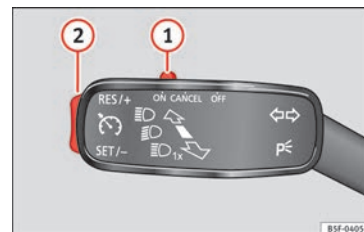

Fig. 48 Ver localização na pág. 9-10
- Ligar o GRA: desloque o interruptor  **Fig. 48**  até **ON**. O sistema está ligado. O
- Ativar o GRA: pressione o botão »» **Fig. 48 ②** na zona **SET/-**. A velocidade atual é memorizada e regulada.
- Desligar o GRA temporariamente: desloque o interruptor »» **Fig. 48 ①** até **CANCEL** ou pise o travão. A regulação é desativada temporariamente.
- Ligar novamente o GRA: pressione o botão »» **Fig. 48 ②** em **RES/+**. A velocidade memorizada é guardada e regulada novamente.
- Aumentar a velocidade programada durante a regulação de GRA: pressione o botão **②** em **RES/+**. O veículo acelera até à nova velocidade guardada.
- Reduzir a velocidade programada durante a regulação de GRA: pressione o botão **②**
- Desligar o GRA: desloque o interruptor »» **Fig. 48 ①** para **OFF**. Desliga-se o sistema e a velocidade memorizada apaga-se.